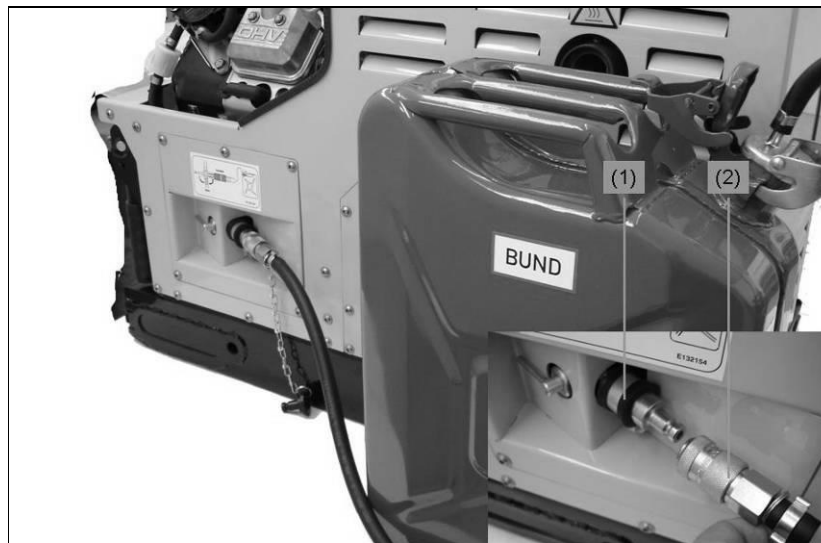

Abb. 5-12: Betankungsgerät anschließen
2. Schnelltrennkupplung (Abb. 5-12-(2)) auf Anschluss Fremdbetankung (Abb. 5-12-(1)) aufstecken.
1. Gerändelte Hülse der Schnelltrennkupplung (Abb. 5-12-(2)) zurückziehen.